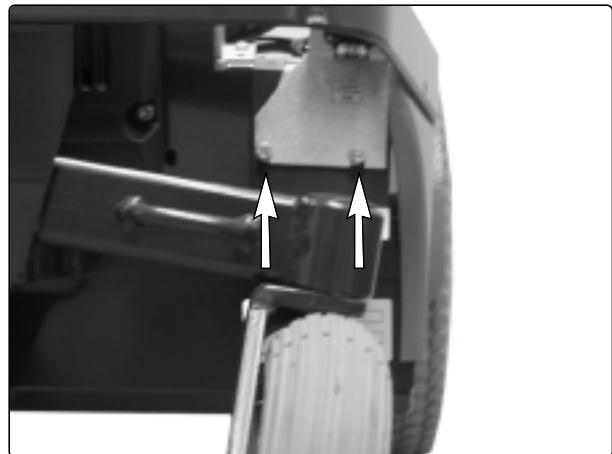

Abb. 42. Halterung Hauptsicherung
5. Bauen Sie die Hauptsicherung aus, indem Sie die beiden Schrauben abschrauben, siehe Abb. 42.
8. Befestigen Sie die neue Hauptsicherung mit den beiden Schrauben, siehe Abb. 42.